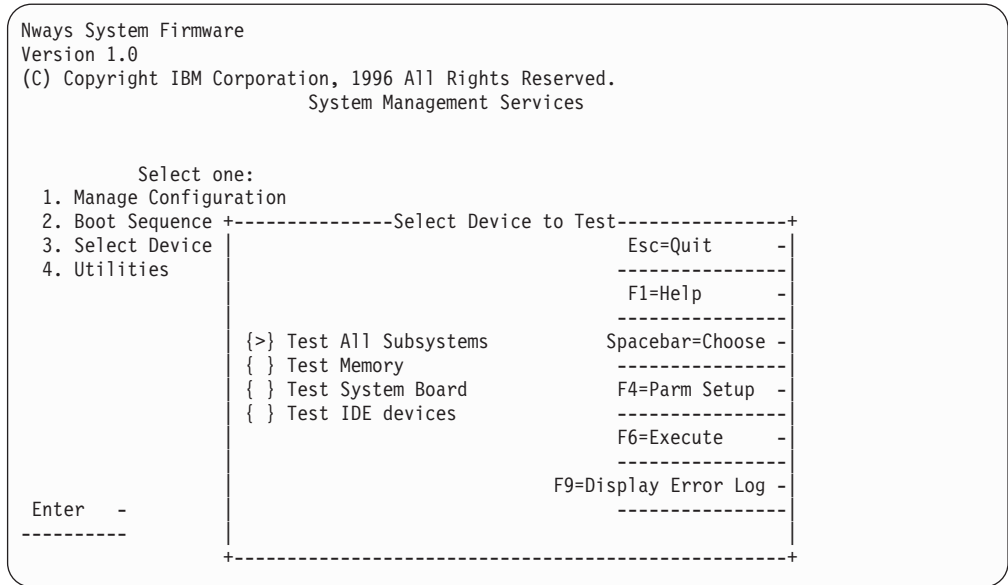

图 29. 测试选择面板
2. 将显示选取一个测试设备进行测试面板（参见第105页的图29）。